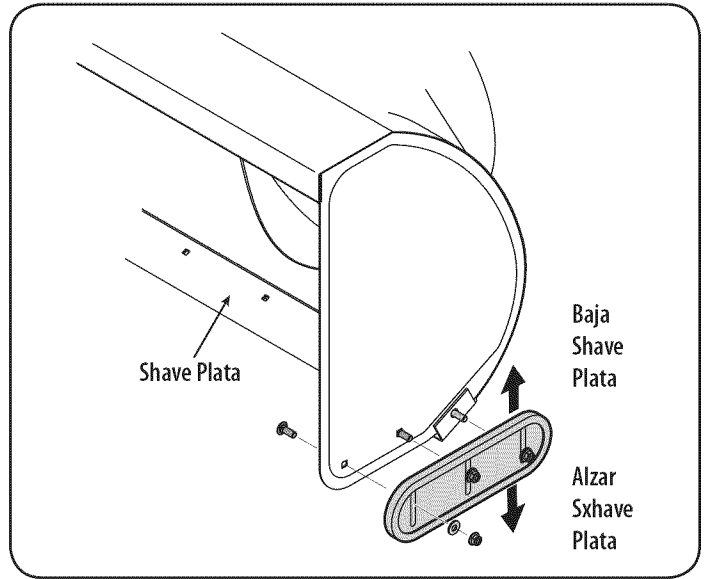

Figura 11
1. Zapatos antideslizantes ajustar aflojando los seis (tres en cada lado) tuercas hexagonales, arandelas planas, y pernos de zapatos antideslizantes garantizar la barrena a la vivienda. Consulte la Figura 11.
2. Si bien la observación de la distancia entre el plato y se afeitan el terreno, ajustar los zapatos patines hacia arriba o hacia abajo para alcanzar la altura deseada afeitado placa. Vea la Figura 11.